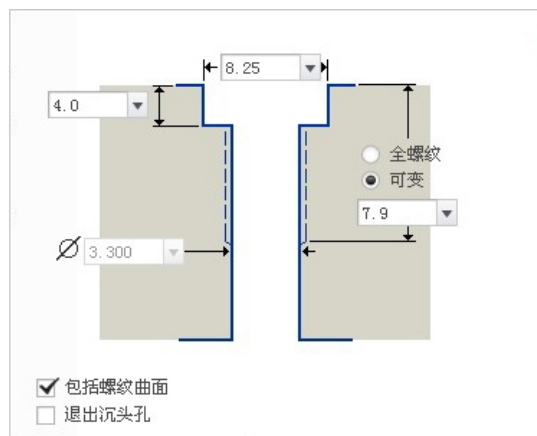
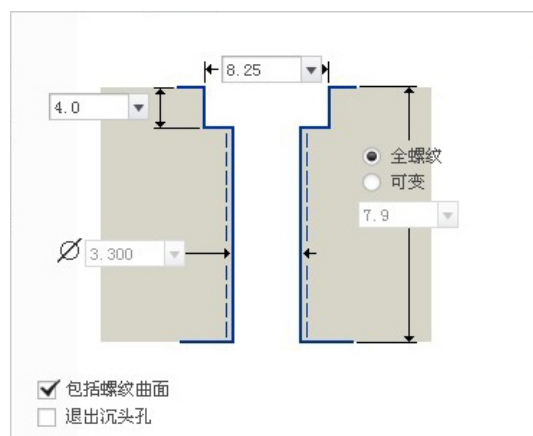

图 3.13.9 沉头螺钉螺孔（可变）
图 3.13.10 沉头螺钉螺孔（全螺纹）
(3) 沉头螺钉螺孔形式。在操控板中，在操控板中单击和，再单击形状按钮，系统弹出图 3.13.9 所示的界面，如果选中全螺纹单选项，则螺孔形式如图 3.13.10 所示。